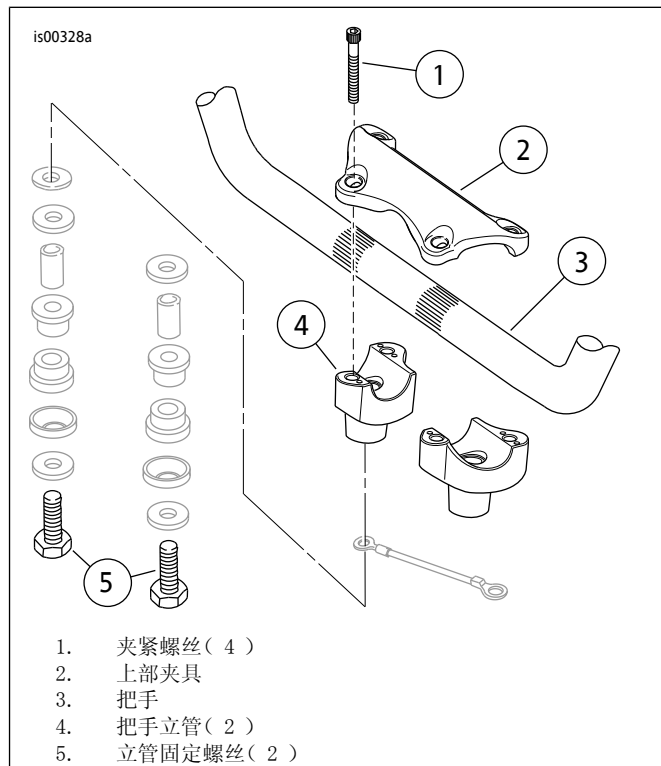

图1. 把手夹和立管
20. 参见图1。拆下将上部把手夹(2)固定到立管(4)上的螺丝(1)。拆下夹具。拆下把手(3)。